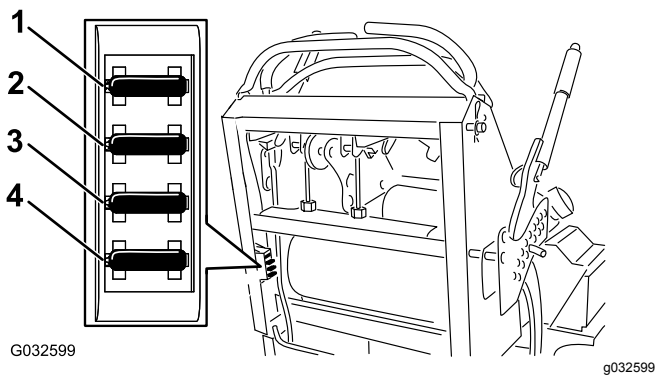

Figura 53
4. Retire o fusível e substitua-o (Figura 53).